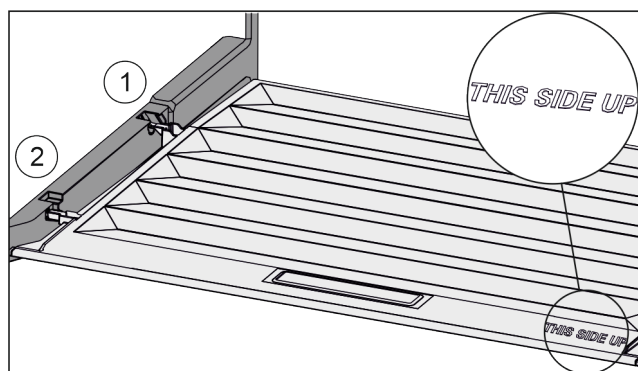

Fig. 28
- ▶ Inserire le nervature del coperchio attraverso l'apertura del supporto posteriore Fig. 28 (1) e innestare anteriormente nel supporto Fig. 28 (2).